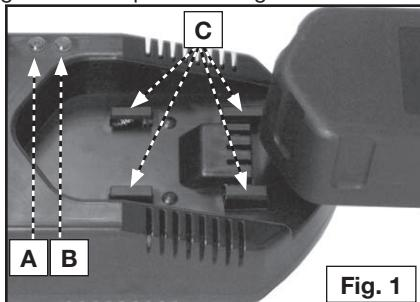
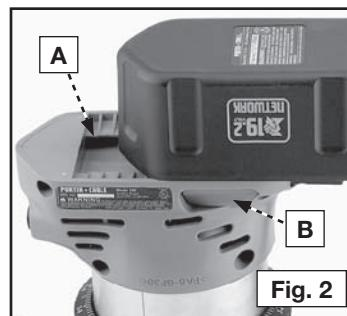

Fig. 1
Fig. 2
Posicione el paquete de batería en el cargador, alineando los rieles (A) Fig. 2 del paquete de batería con las cuatro lengüetas (C) Fig. 1 del cargador.
La luz verde (A) Fig. 1 debe comenzar a destellar rápidamente para indicar que el paquete de batería está recibiendo una "Carga Rápida" (si no destella la luz verde o si la luz roja (b) ilumina, vea "DIAGNÓSTICOS"). Despues de aproximadamente una hora, el indicador de la "Carga Rápida" debe apagarse para indicar que el paquete de batería está completamente cargado y que el cargador le está dando una "Carga Lenta". Puede dejar el paquete de batería en "Carga Lenta" hasta que lo quiera usar.
Alinee los rieles (A), Fig. 2, del paquete de pilas con las ranuras de la herramienta y empuje el paquete de pilas sobre la herramienta hasta que quede fijo en la posición correcta.
Apriete la boton para soltar la batería (B) Fig. 2, y tire (jale) el paquete de batería de la herramienta.